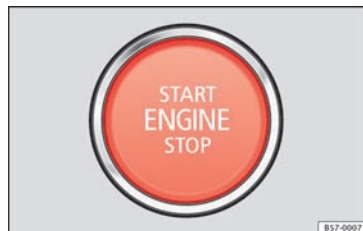

Fig. 164 Sur la partie inférieure de la console centrale : touche de démarrage.
3.	Appuyez brièvement sur la touche de démarrage » fig. 164 sans appuyer sur l'accélérateur. Le moteur ne pourra démarrer qu'en présence d'une clé valide dans le véhicule. Après avoir démarré le moteur, le voyant du bouton (START ENGINE STOP) s'allume fixement pour indiquer que le moteur tourne.
5.	Appuyez brièvement sur la touche de démarrage » fig. 164. Le bouton (START ENGINE STOP) se remet à clignoter. S'il n'est pas possible de couper le moteur, il faudra procéder à une désactivation d'urgence » page 182.